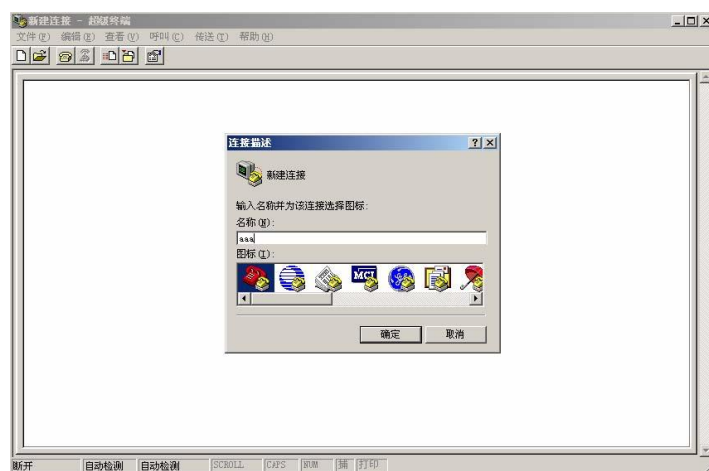

图14. 超级终端中新建一个连接
5. 退出SST MCU在线下载软件。打开windows菜单中的“程序” -> “附件” -> “通讯” -> “超级终端”，新建一个连接(在此之前可能要你输入区号,随意输入即可)。如图14所示。(名称随意)